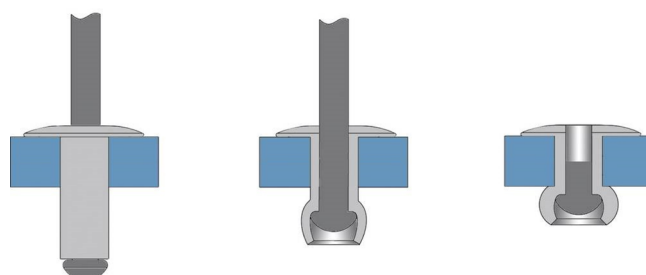

Bild 9
21. Führen Sie eine POP IMEX-Niete in das Loch ein und üben Sie gleichmässigen Druck auf den Griff des Nietwerkzeugs aus, bis der Nietdorn bricht und das Loch abgedichtet ist. (Bild 9)